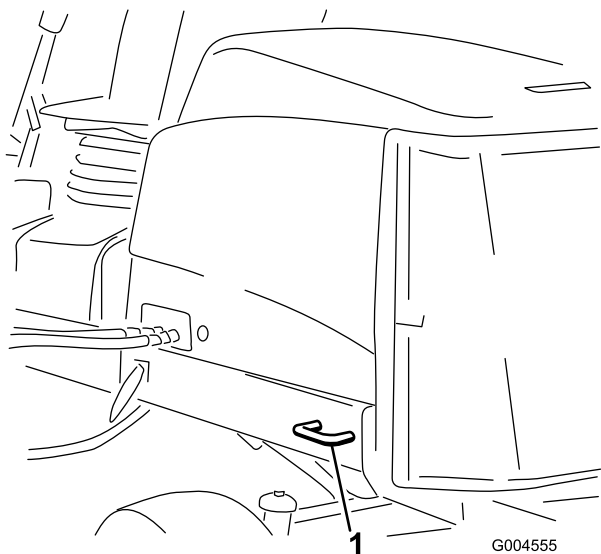

Figura 59
- Posteriori – Ogni lato della macchina sul telaio posteriore (Figura 59).